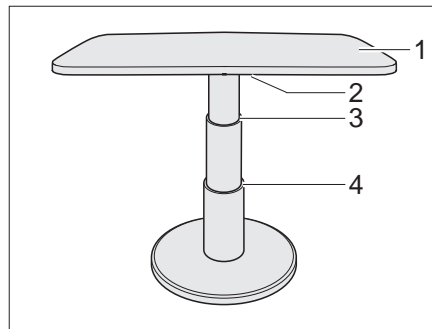

Fig. 101 Mesa elevadora del grupo de asientos circular
- Girar la palanca de bloqueo (Fig. 101,2) hacia la izquierda. El bloqueo está abierto.
- Presionar el tablero de la mesa (Fig. 101,1) por el centro hacia abajo hasta el tope deseado (Fig. 101,3 ó 4) y manténgalo presionado.
- Girar la palanca de bloqueo (Fig. 101,2) hacia la derecha. La mesa elevadora está bloqueada.